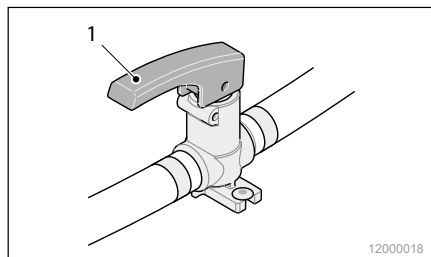

Abb. 29 Ventil Servicefach
2. Schließen Sie das Ablassventil im Servicefach (hinter der Abdeckung im Heckstauraum auf der Beifahrerseite). Dazu den Hebel (Abb. 29/1) bis zum Anschlag nach unten drücken.
4. Öffnen Sie das Ablassventil im Servicefach (hinter der Abdeckung im Heckstauraum auf der Beifahrerseite). Dazu den Hebel (Abb. 29/1) nach oben ziehen.